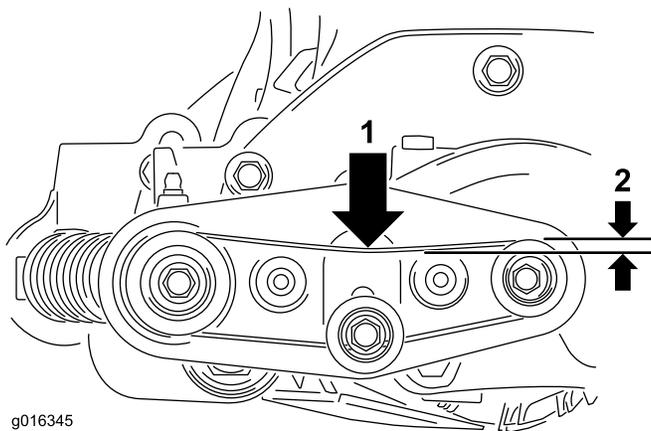

Figura 22
12. Controllate la tensione delle cinghie di trasmissione spazzola. La cinghia dovrebbe presentare una flessione di 6 mm al centro della cinghia applicando una forza di 1 kg; vedere Figura 22.